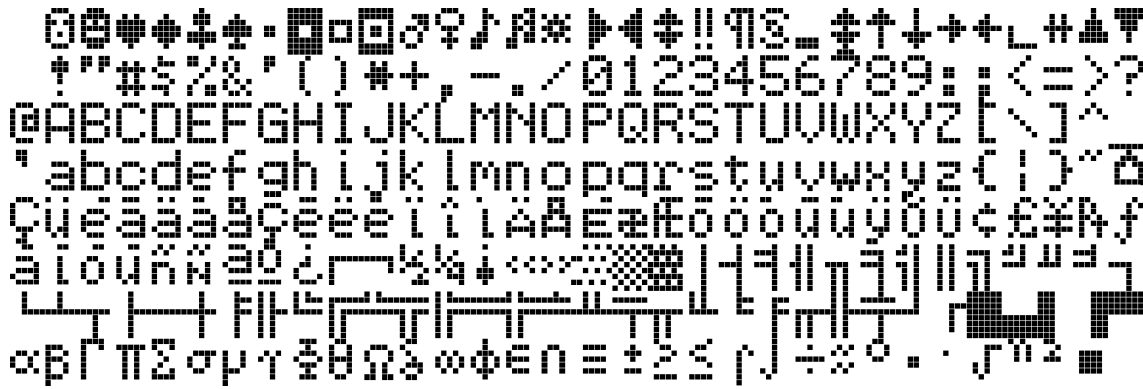

Fig. 1 Juego de caracteres completo
- c) La indicación se borra y queda rellena con el juego de caracteres completo desde la izquierda de arriba hasta la derecha de abajo (vea página 140 / Fig. 1). Los pilotos „COND.“, „STATISTICS“ y „SILO“ están encendidos y apagados alternativamente.